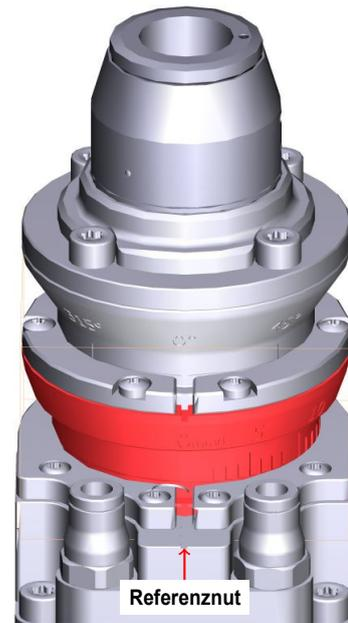

Abbildung 4.18.: Stellung für die Verkipfung
1. Lösen Sie die 8 Schrauben (Torx key, Größe 10), die in Abbildung 4.17 auf Seite 32 rot markiert sind, so dass sich der Stellring aus Abbildung 4.18 auf Seite 32 drehen lässt.